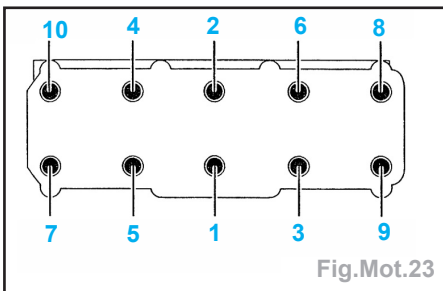

Fig.Mot.23
- Serrer les vis de culasse en respectant l'ordre et le couple de serrage prescrits (Fig.Mot.23) :